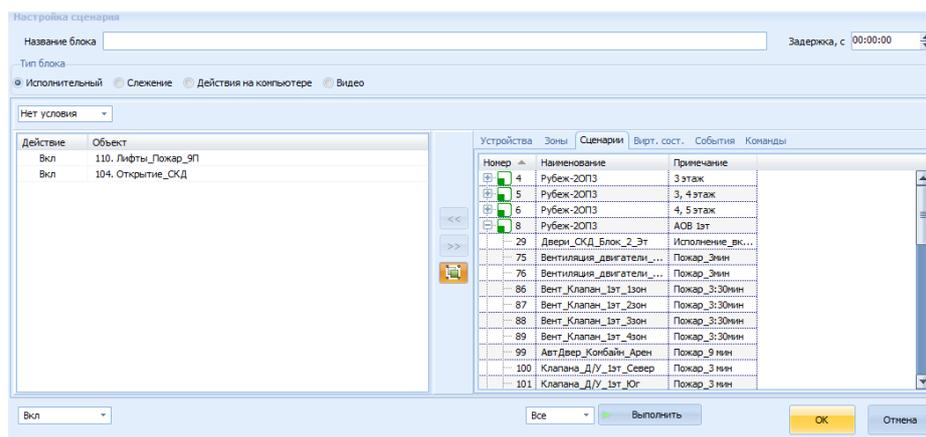

Рисунок 7.29 Окно «Настройка Сценария»
- 3) в открывшемся окне «Настройка сценария» перейти на закладку **Сценарии**, выбрать ведомые сценарии 104 Открытие_СКД и 110 Лифты_Пожар_9П и действие со сценариями – Вкл (Рисунок 7.29),